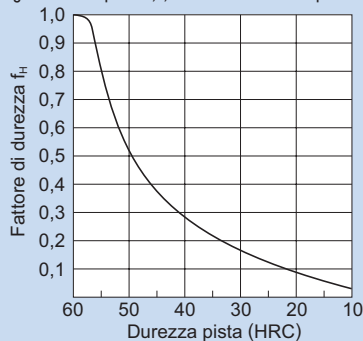

Fig. 1
- f_H : Fattore di durezza (vedere la fig. 1)